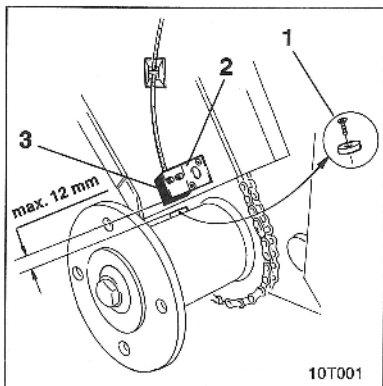

Fig. 9.3
- Magnet (fig. 9.3/1) på drivakslen
- Følerholderen (fig. 9.3/2, bestil-nr.: 950725) med føler "HA" (fig. 9.3/3) ved siden af magneten (fig. 9.3/1).